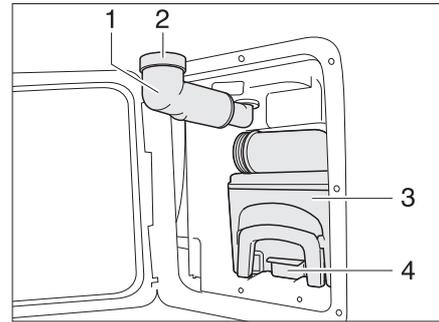

Bild 161 Thetford-Kassette
- Frischwasser-Einfüllstutzen (Bild 161,1) nach außen schwenken.
- Schraubkappe (Bild 161,2) abnehmen.